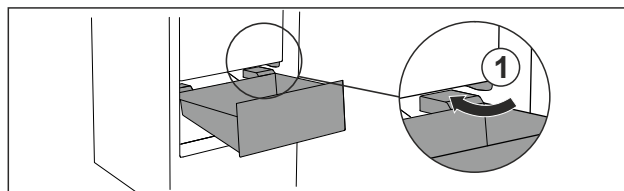

Fig. 93
- Zásuvku ved'te šikmo podél zarážek Fig. 93 (1).